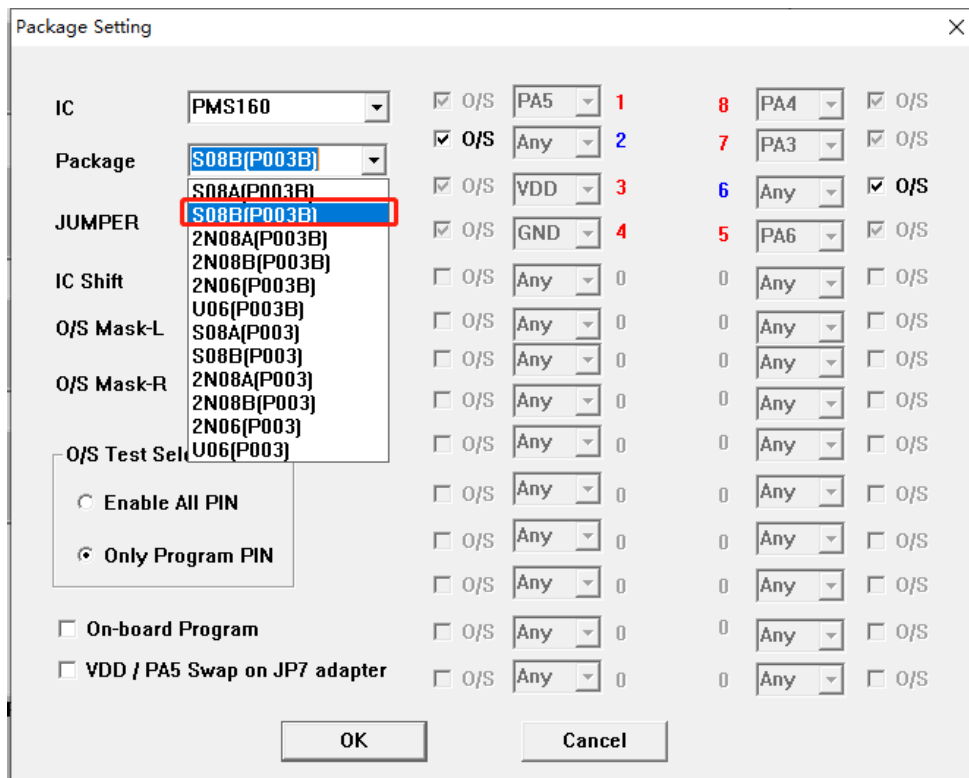

图 28: PMS160-S08B 在 P003B 转档配置
1. 使用 5S-P-003B 烧录 PMS160 时，只有 S08A 封装是烧录器背面 jumper 插 JP2 位置，正面烧录插座往下空移 4 格，即可烧录。而其他封装都需要转档，使用 Jumper7 跳线。接下来以 PMS160-S08B 的烧录为例，其他封装需对应修改“package setting”界面和 Jumper7 跳线方法即可。封装设置如图 28 所示：